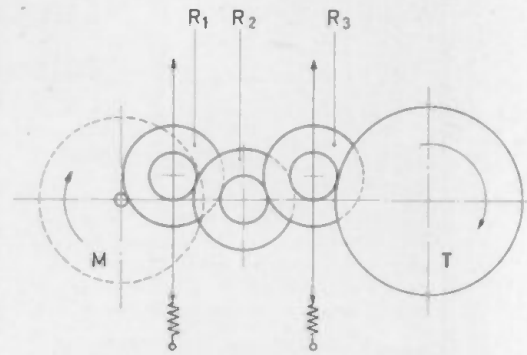

Bild 2 Das Reibradgetriebe des Teleboy 100
Bild 2 zeigt das Reibradgetriebe. Es besteht aus dem Antriebsmotor (M), einem Hysterese-Synchron-Außenläufer-Motor, drei gleichen Stufenrädern (R 1, R 2, R 3) und der Trommel (T), die zur Aufnahme der Tonwalzen bestimmt ist. Die Stufenräder R 1 und R 3 sind federnd aufgehängt und können sich je nach auftretendem Bremsmoment an der Trommel zwischen M und R 2 bzw. R 2 und T verkeilen und so den jeweils günstigsten Reibwert herstellen.